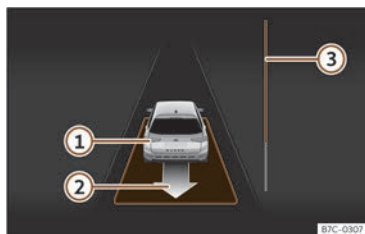

Fig. 138 En la pantalla del cuadro de instrumentos: desaparcarse de un hueco en línea.
- Retroceda hasta que suene la señal continua del ParkPilot; **O BIEN:** dé marcha atrás hasta que en la pantalla del cuadro de instrumentos aparezca la indicación de dar marcha adelante. La barra de progreso >>> **fig. 138** ③ indica la distancia que hay que recorrer.